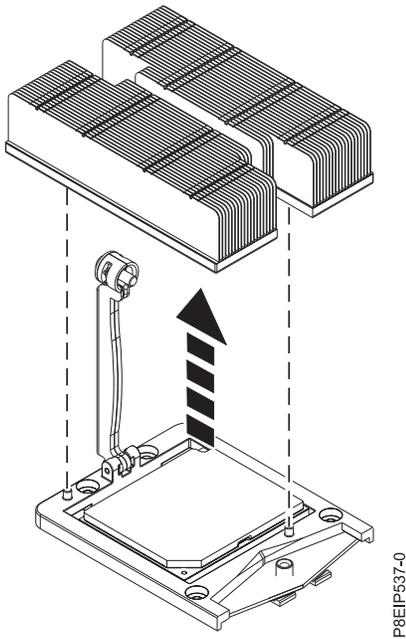

Figure 65. Retrait du dissipateur thermique
5. Tenez le dissipateur thermique et retirez-le en le soulevant à la verticale, comme illustré dans la figure 65.